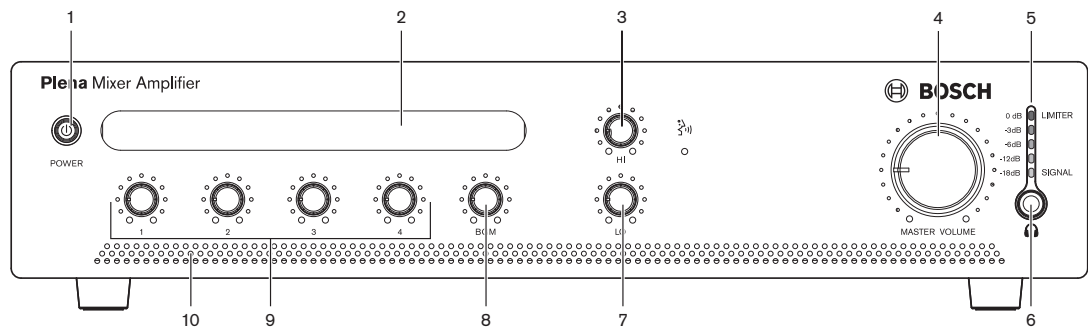

Bild 8.1 Frontplatte
- Schalten Sie die Einschalttaste (1) vorne am Gerät auf „On“ (ein) - eingedrückte Stellung (siehe *Bild 8.1*).
- Schalten Sie die Einschalttaste (1) vorne am Gerät auf „Off“ (aus) - nicht eingedrückte Stellung (siehe *Bild 8.1*).
Verwenden Sie die Klangregler Hi (Höhen) und Lo (Tiefen) (siehe *Bild 8.1*, Position 3 und 7), um den Klang zu regeln.